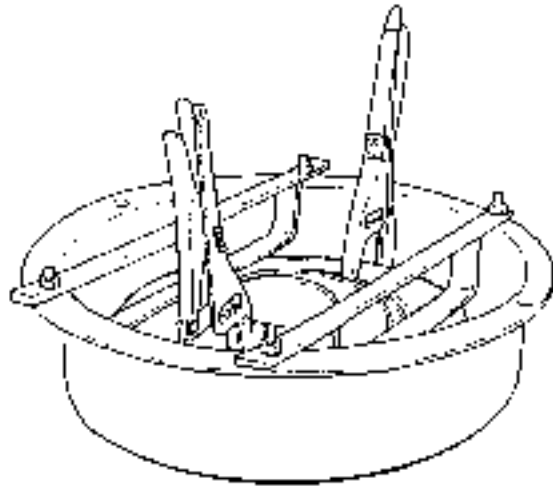

Fig. 5
- 2) With grease applied to the lower side, place spring (2) in case (2), and install the protection plates as shown in Fig. 5.
- 2) スプリング(2)下面にグリースを塗布した後、ケース(2)に入れて保護板を戻り付ける。(Fig. 5)